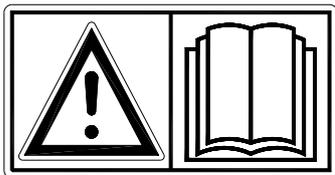

Fig. 1
**Leia e compreenda** (Fig. 1) o manual antes de qualquer operação com o Eliminator. Se a máquina não for operada conforme descrito no manual, poderão ocorrer ferimentos e/ou danos no Eliminator.
- (1) A máquina tem de ser operada por um operador competente e estar adequadamente ajustada à superfície a tratar.